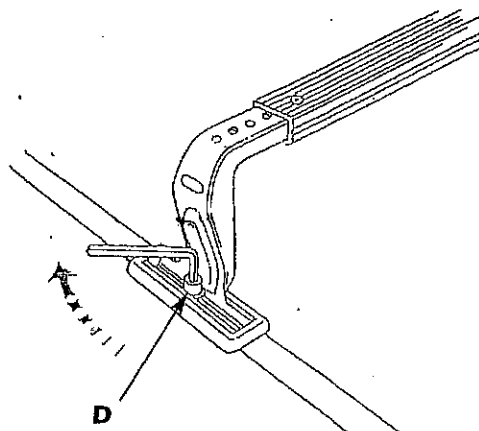

Fig.5
- ① Serrare bene la brugola **D** sul tetto come da fig.5.
- ② Screw down the Allen screw **D** on the roof as per drawing 5.
- ③ Bien serrer la vis alène **D** sur le toit (dessin 5).
- ④ Schrauben Sie die Inbusschraube **D** am Dach fest gemäß Zeichnung 5.
- ⑤ Atornille el tornillo allen **D** en el techo como el dibujo 5.
- ⑥ Umbracoskruen **D** skrues ned på taget som vist i tegning 5.